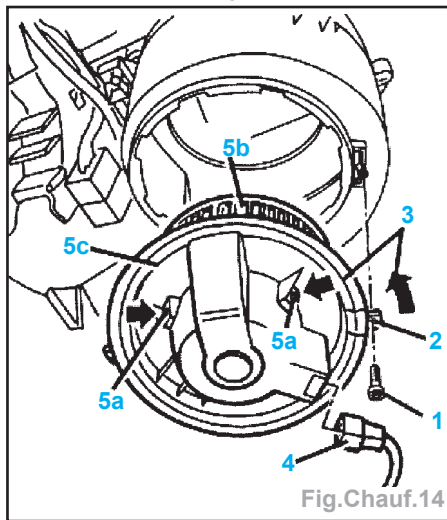

Fig.Chauf.14
- Déposer la vis (1) depuis le dessous du tableau de bord (Fig.Chauf.14).